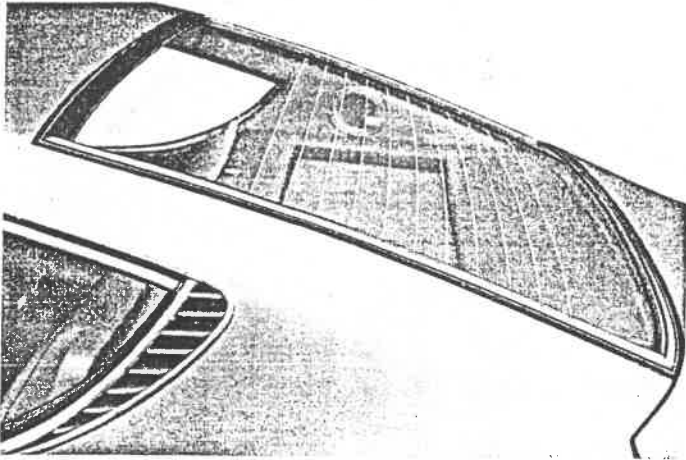

Abb. 142. - Detail der elektrischen Heizwiderstände, die das Rückwandfenster beschlagfrei halten.
- Elektrische Heizwiderstände zur Entfrostdung des Rückwandfensters (s. Abb. 142).